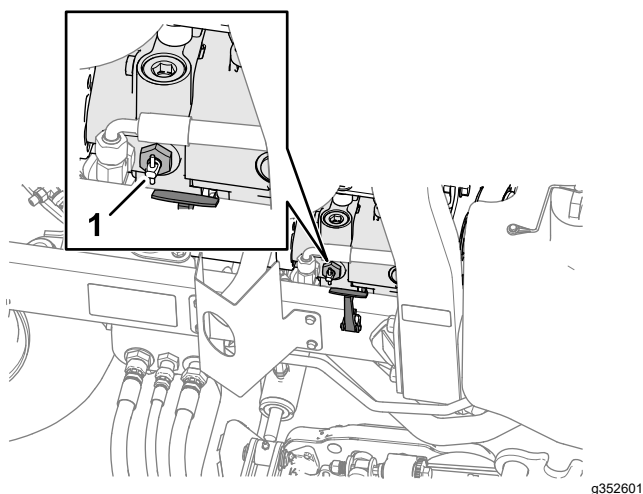

図 47
2. 右側フードラッチの近くにあるポンプバイパスバルブのハンドルを90°回転させる(図 47)。